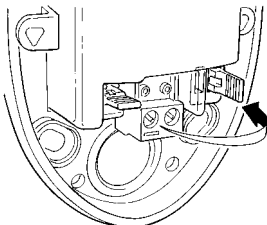

Figura 62
- !Los puentes que no se usen se guardan en el compartimiento reservado a tal fin, para poder ser utilizados en un futuro (figura 62).